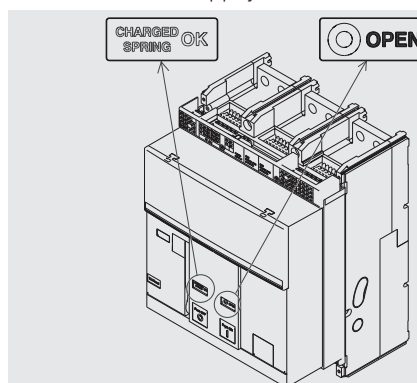

Figure 40
3. Contrôler que le disjoncteur soit ouvert (indicateur ouvert/fermé "O - OPEN"), et contrôler que les ressorts sont bandés (indicateur ressorts "jaune - CHARGED SPRING") comme indiqué dans la Figure 40.